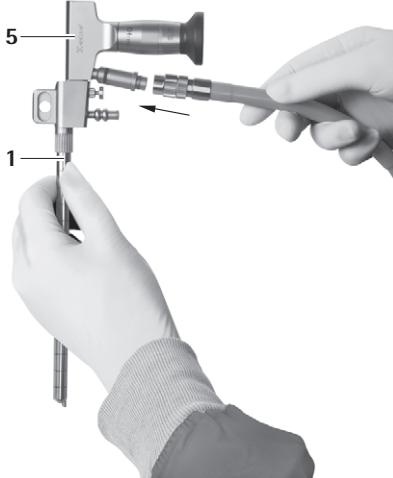

Fig. 3
- Anslut ljkabel och kamera, se Fig. 3–5.